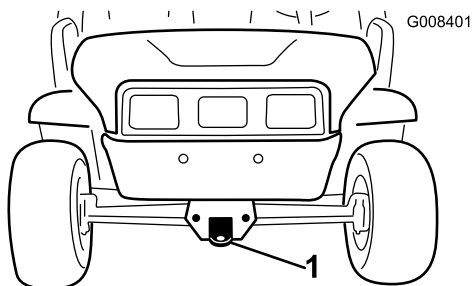
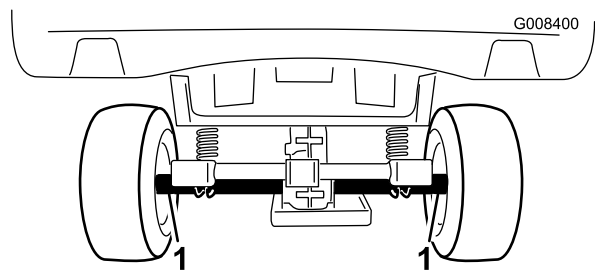

Figure 19
Figure 20
Utilisez une remorque pour transporter le véhicule sur de longues distances. Le véhicule doit être solidement arrimé sur la remorque. L'emplacement des points d'attache est indiqué à la Figure 19 et Figure 20.
2. Accrochez un câble de remorquage à la flèche d'attelage à l'avant du châssis de la machine (Figure 19).